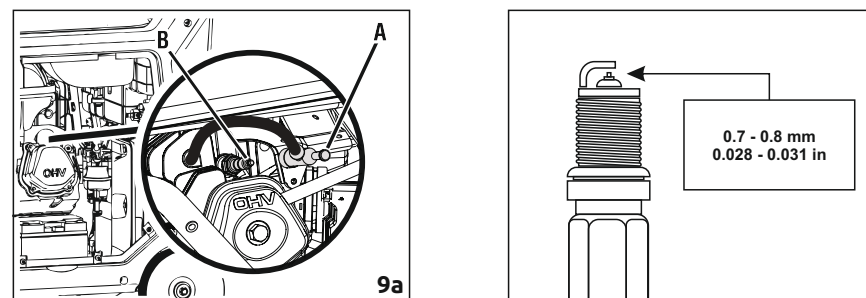

Рисунок 9 – Установка свечи
1. Остановите двигатель и отключите провод от свечи зажигания А (рис. 9а).